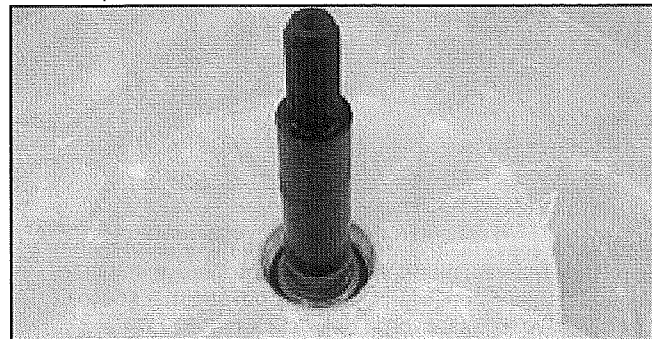

FIGURE 15
23. Monter l'arbre d'entraînement neuf (vérifier que le manchon d'usure est en butée sur le roulement supérieur). Voir Figure 15.